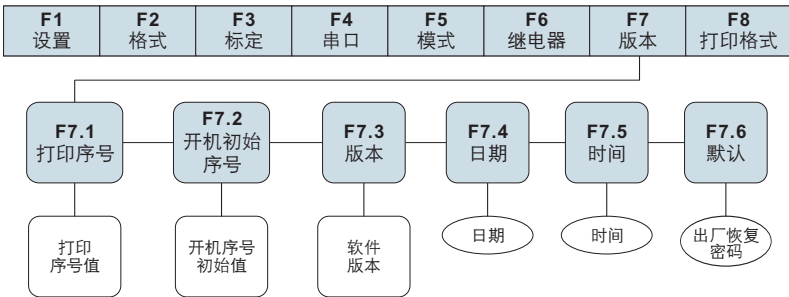

图14.4 序号输入设置
- 2) 按 \blacktriangleright 键，直至显示屏显示"F7"（见图14.4）。按 \blacktriangledown 键进入F7.1菜单，显示屏显示"F7.1"。
- 2) 按 \blacktriangleright 键，直至显示屏显示"F7.4"（见图14.4）。再按 \blacktriangledown 键进入日期设置，显示屏显示"日日:月月:年年"。